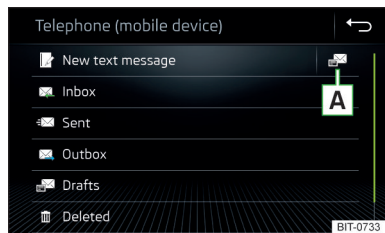

Fig. 202
- Dans le menu principal *Téléphone*, appuyez sur la touche de fonction. ☒ Un menu pour les messages texte s'affiche » fig. 202.
- Dans le menu principal des messages texte, actionnez la touche de fonction ☒ touche de fonction » fig. 202 à la page 180.